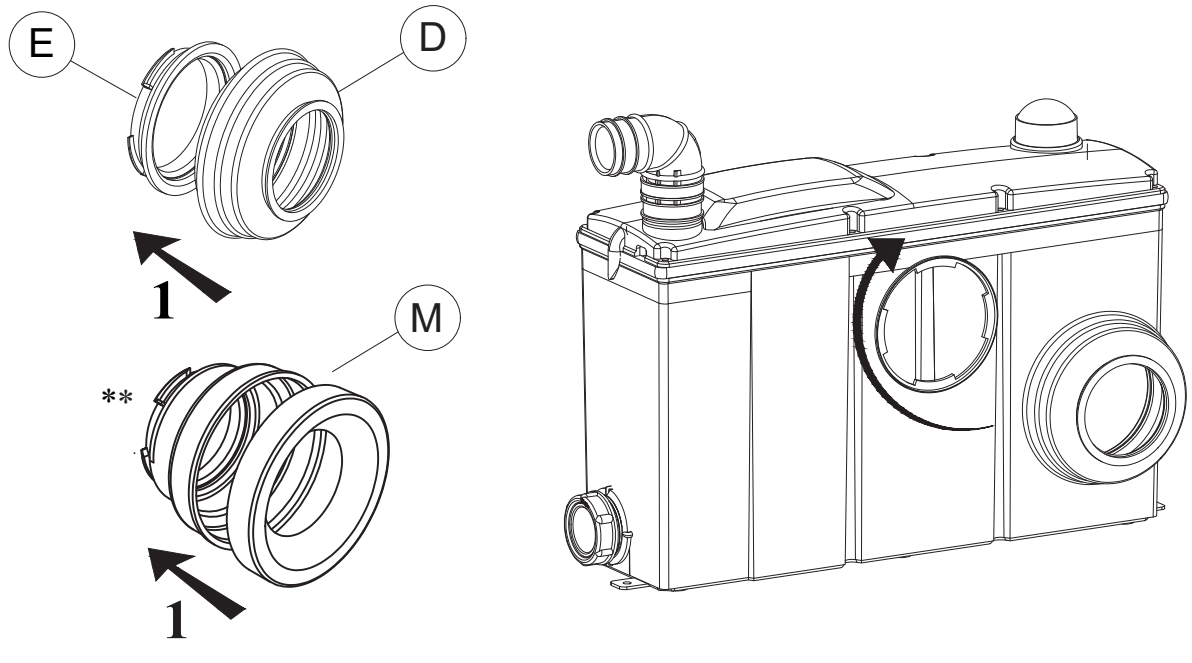

Fig. 10
- Fixer les pattes (F), avec les vis (G) dans l'appareil : fig. 10.